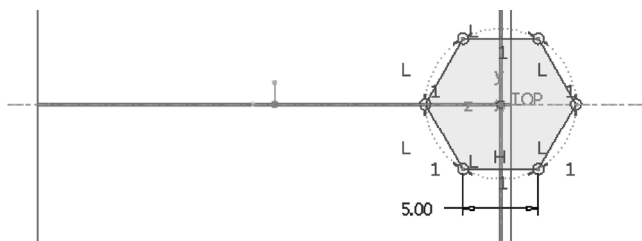

图 4-52 绘制扫描截面
7) 绘制图 4-52 所示的扫描截面, 单击 (确定) 按钮。